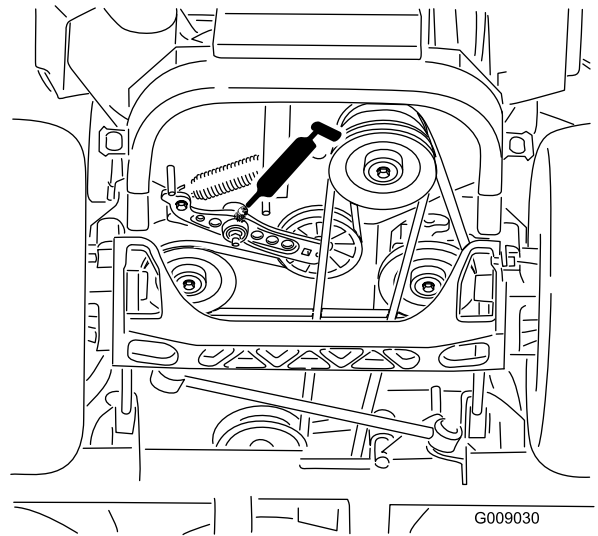

Figura 52
5. Engrase los brazos tensores de la correa de transmisión (Figura 52).
14. Engrase los cojinetes de las ruedas giratorias (Figura 52).